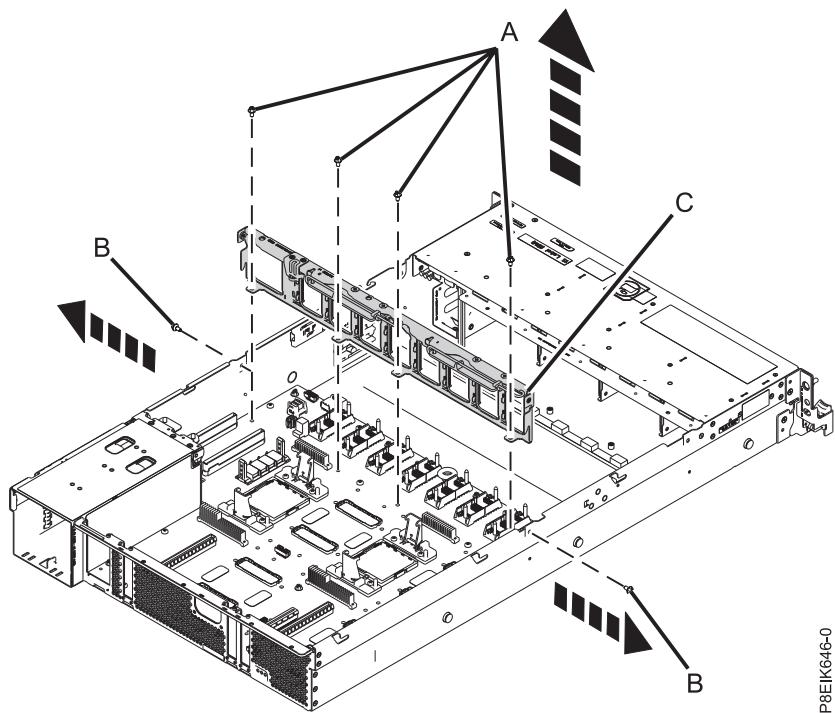

Figura 143. Extracción del soporte del medio y ubicaciones de los tornillos
14. Extraiga el soporte del medio (C). Consulte la Figura 143.
- a. Extraiga el tornillo (B) de cada lado del sistema.
- b. Extraiga los cuatro tornillos (A) que unen el soporte del medio a la placa posterior del sistema.
- c. Levante el soporte del medio (C).